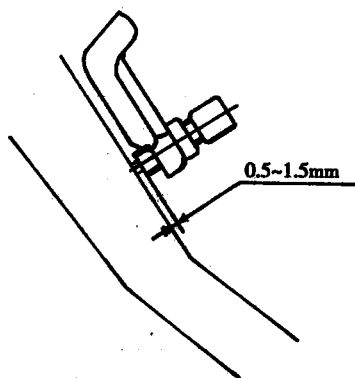

图 4-2-9 调整行车制动灯开关
- 3) 重新调整行车制动灯开关，其间隙为 0.5 ~ 1.5mm，同时拧紧制动灯开关的防松螺母，见图 4-2-9。